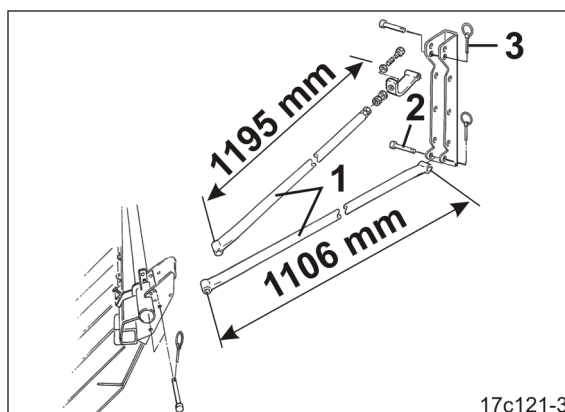

Fig. 59
2. Fixați țevile suport (Fig. 59/1) cu bolturi (Fig. 59/2) la suporturi și asigurați cu șplinturi (Fig. 59/3).